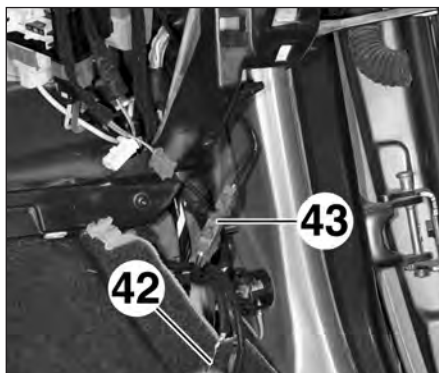

FIG.45
- le fil de masse (42) situé à droite de la planche de bord sur le pied avant (Fig.45),
- le connecteur d'antenne (43).